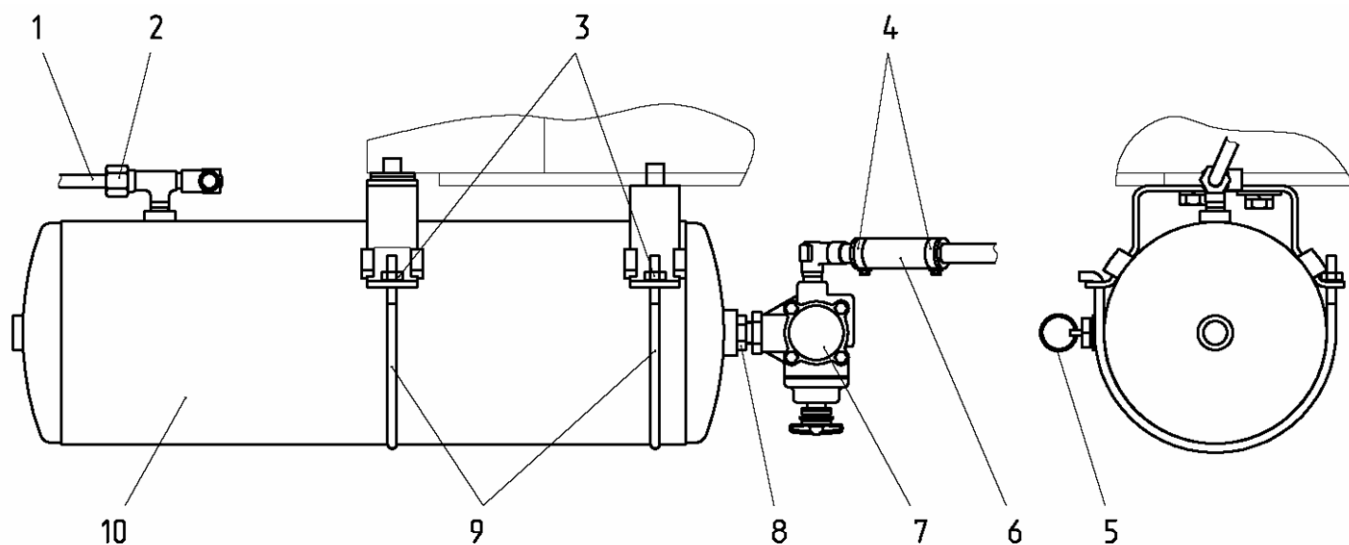

Рисунок 4.123
Внимание: Перед началом разборки составных частей пневмопривода тормозов прицепа, необходимо удалить из системы сжатый воздух. Для этого потяните кольцо (5) клапана удаления конденсата (рисунок 4.123) вверх и на себя.
Демонтируйте баллон (рисунок 4.123), для чего: